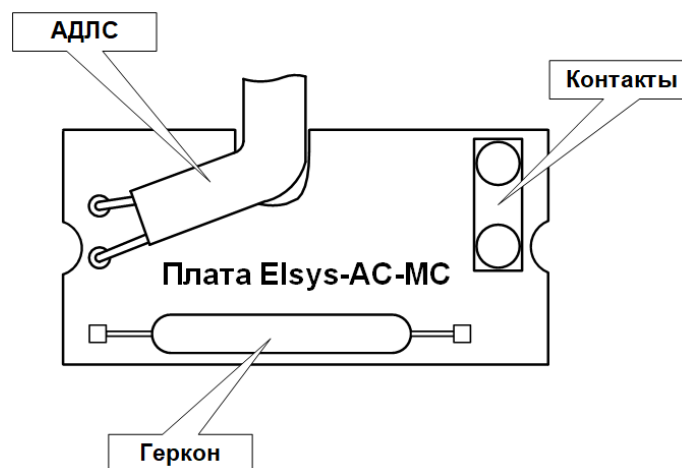

Рисунок 35. Установка временного адреса в Elsys-АС-МС
- замкнуть контакты металлическим предметом на 2 секунды (см. Рисунок 35);